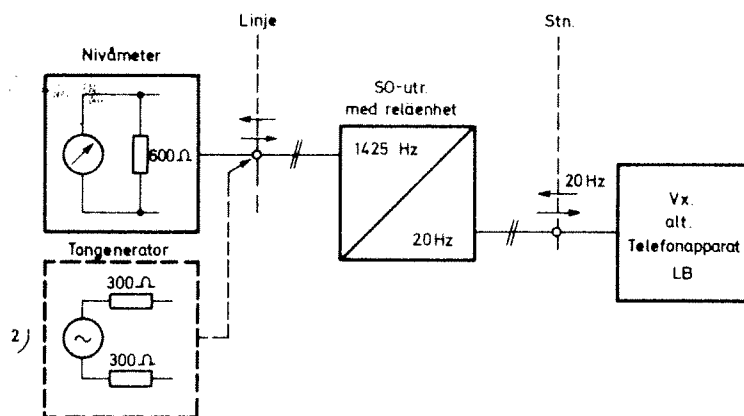

Bild 2. Tvåtrådskopplad
När man signalerar med 20 Hz enligt bild 2 erfordras inget avslutningsmotstånd (600 ohm) på stationssidan.
- Anropsindikering erhålls i växeln, bild 2
- Anropsindikering erhålls i telefonapparat LB som är ansluten till reläenhetens stationssida enligt bild 2.